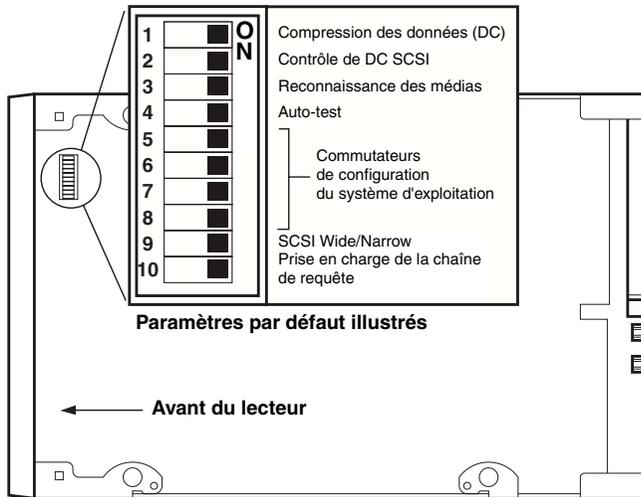

FIGURE 4. Paramètres par défaut des commutateurs du lecteur de bande interne
- Les commutateurs se trouvent en dessous du lecteur. Si vous changez le réglage d'un commutateur, vous devez éteindre le lecteur puis le rallumer pour que le nouveau réglage devienne effectif (consultez la figure 4, page 22).